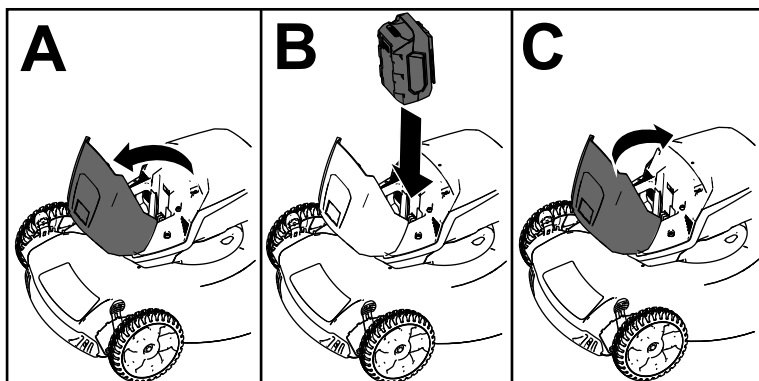

Рисунок 8
2. Поднимите крышку аккумуляторного отсека (вид А на Рисунок 8).
3. Совместите выемку в аккумуляторной батарее с выступом на машине и введите аккумуляторную батарею в отсек, пока она не зафиксируется на месте (вид В на Рисунок 8).
4. Закройте крышку аккумуляторного отсека (вид С на Рисунок 8).